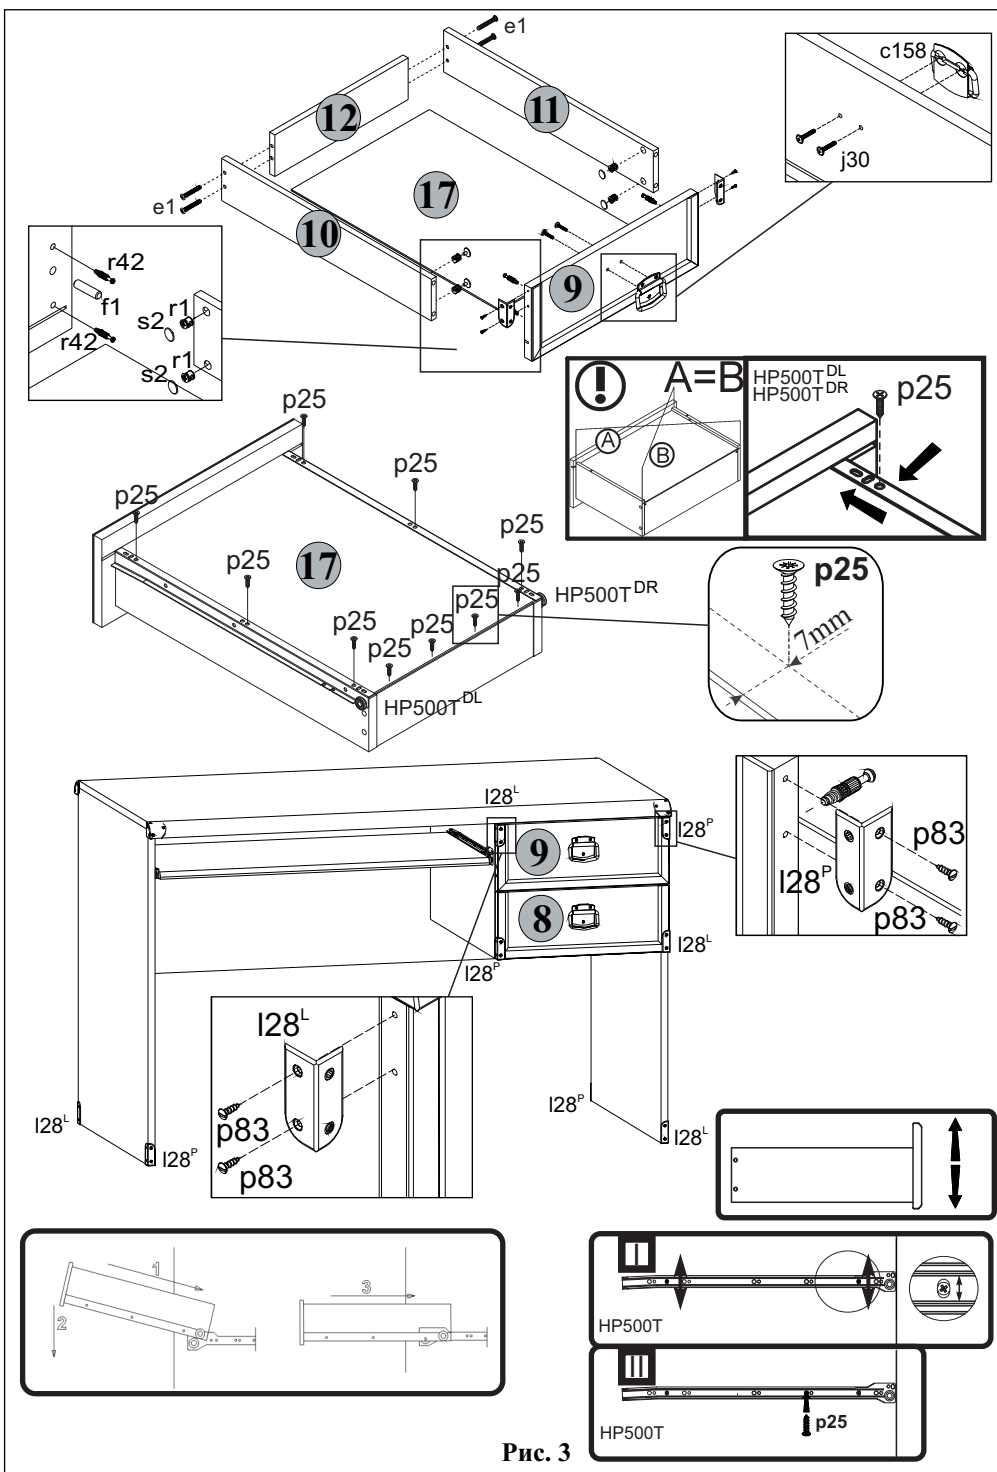

Рис. 3
5.14 В отверстия диаметром **15 мм** на внутренних поверхностях стенок боковых **10** и **11** корпусов выдвижных ящиков вставить стяжки эксцентриковые **г1** (**см.рис.3**).
5.15 В отверстия диаметром **5 мм** на внутренних поверхностях панелей передних **8** и **9** ящиков выдвижных с помощью крестообразной отвертки вкрутить винты стяжки **г42** (**см.рис.3**).
5.17 Соединить панели передние **8** и **9** с корпусом ящика выдвижного и затянуть стяжки эксцентриковые **г1**, пользуясь специальным ключом **z1**. Закрыть стяжки эксцентриковые заглушками **s2** (**см.рис.3**).